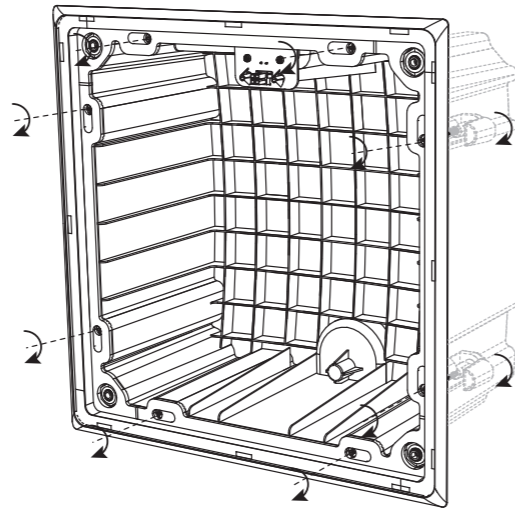

Fig. 18. Tighten the mounting clamp screws (X8)
- Halten Sie die hintere Dose in der Decke fest, während Sie die Befestigungsschrauben im Uhrzeigersinn festziehen (Abb. 18). Führen Sie dies systematisch durch, bis alle acht Klemmen in Position sind und die Rückseite sicher an der Deckentrockenwand befestigt werden kann.